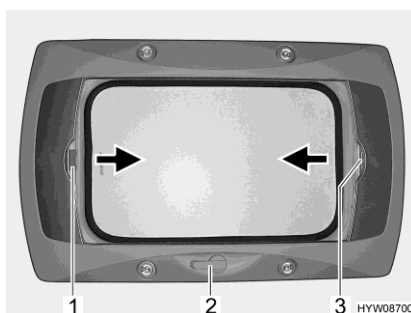

Bild 54 Vevmanövrerad taklucka
- Vrid på handveven (Bild 54,2) tills ett motstånd känns.
- Drag i plisségardinens handtag (Bild 54,3) i pilens riktning och släpp i önskad position. Plisségardinen stannar i denna position.
Stänga: ■ Drag, med handtaget (Bild 54,1), insektsnätet till plisségardinens handtag (Bild 54,3) på den motsatta sidan, där det hakas i.
Öppna: ■ Tryck insektsnätets handtag (Bild 54,1) bakåt, uppåt och haka av insektsnätet från plisségardinen (Bild 54,3).